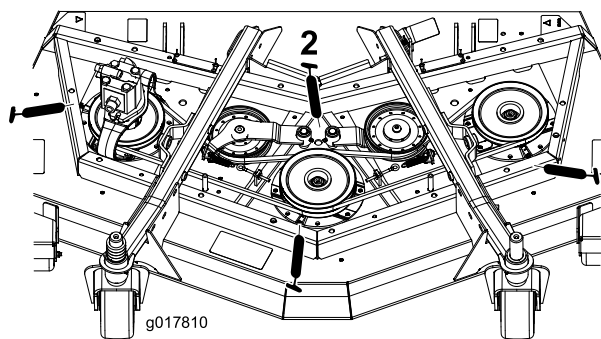

Figure 40
- Paliers d'axes de pivot (3) (sous la poulie) (Figure 40)
- Bagues de pivot de bras de poulie de tension (2) (Figure 40).